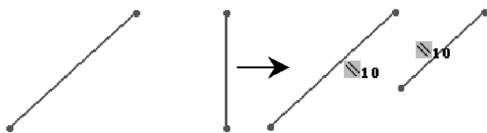

图 2-177 添加平行几何关系
- 平行几何关系 ：使两条或两条以上的直线与一条直线或一个实体边缘线互相平行，如图 2-177 所示。